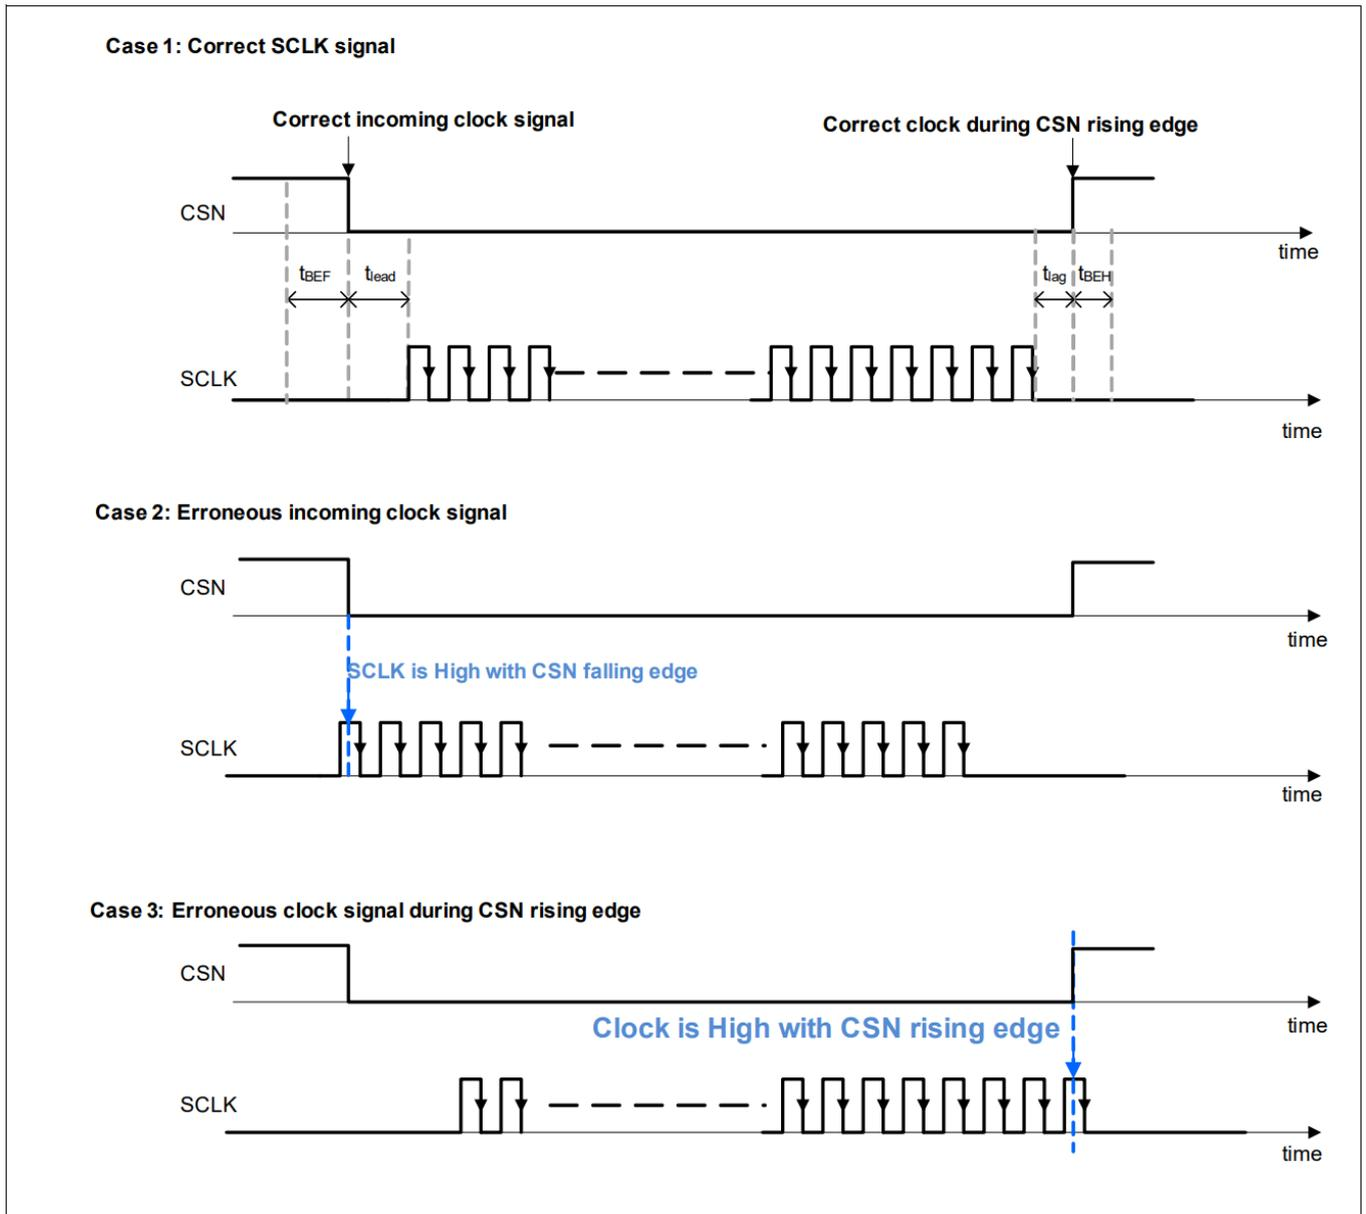

图 45 时钟错误
- 检测到时钟极性错误（见图 45 情况 2 和情况 3）：在 CSN 上升沿或下降沿期间，输入时钟信号为高（协议错误）。